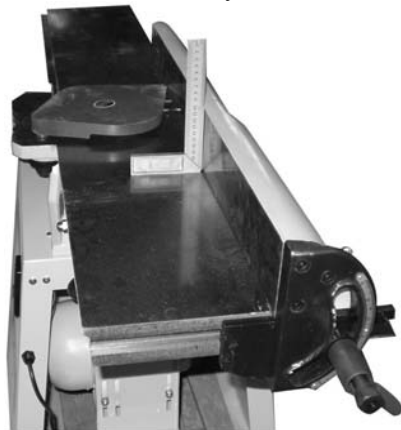

Рис.18
- Установить направляющую планку к валу и заблокировать в позиции 90° с помощью фиксирующей ручки (18) направляющей планки, сдвинув ее в сторону шкалы и повернув против часовой стрелки (положение I).
- Установить угольник к направляющей планке и поверхности рабочего стола Рис.18. Направляющая планка и рабочий стол должны быть под углом 90° друг к другу. Если нет, ослабить фиксирующую ручку (18) направляющей планки, ослабить фиксирующую гайку (23) и повернуть ограничительный болт (22), чтобы получился прямой угол. Закрепить в этом положении путем затягивания фиксирующей гайки (23) Рис. 17.